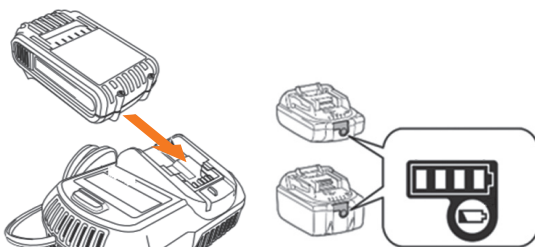

Рис. 8
- Вставьте вилку зарядного устройства в розетку электрической сети 230В. Индикатор на зарядном устройстве загорится зеленым светом (Рис. 8).
- Подключите аккумулятор к зарядному устройству. Индикатор на зарядном устройстве загорится красным светом, и начнется процесс зарядки (Рис. 8).